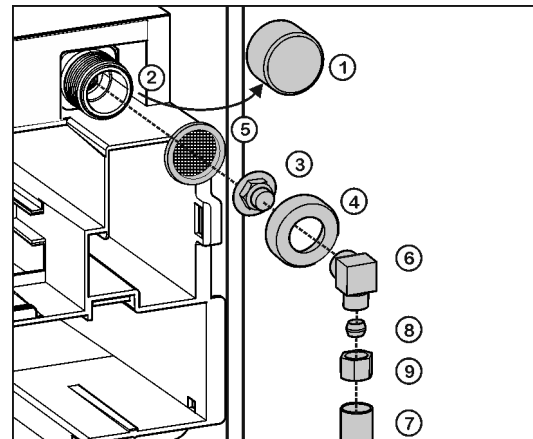

Fig. 10
- ▶ Retire el tapón *Fig. 10 (1)* de la electroválvula *Fig. 10 (2)*.
- ▶ Introduzca la pieza de unión *Fig. 10 (3)* en la tuerca de racor *Fig. 10 (4)*.
- ▶ Coloque el filtro de agua *Fig. 10 (5)* con la parte hundida hacia abajo en la dirección de la pieza de unión *Fig. 10 (3)*.
- ▶ Conecte la tuerca de racor *Fig. 10 (4)* en la electroválvula *Fig. 10 (2)* y apriétela.
- ▶ Para desviar 90° la conexión de agua, dado el caso, atornille la pieza angular *Fig. 10 (6)*.
- ▶ Conecte la tubería de agua *Fig. 10 (7)* (por ejemplo, cobre) con la ayuda del anillo de apriete *Fig. 10 (8)* y la tuerca *Fig. 10 (9)* en la pieza de unión *Fig. 10 (3)* o la pieza angular *Fig. 10 (6)*.